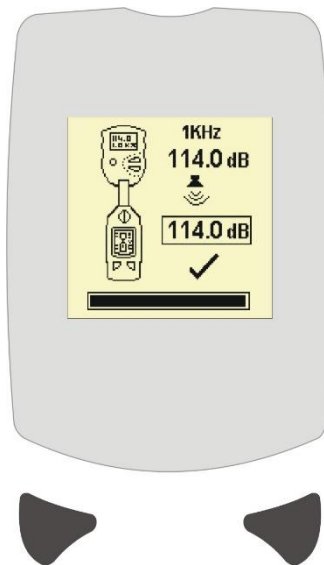

Figure 6 Écran de fin de calibrage
- Appuyez sur la touche gauche (A) ✓ pour réaliser le calibrage ou appuyez sur la touche droite (B) ✗ pour sortir. Lorsque le calibrage est terminé, l'écran de fin de calibrage s'affiche (voir la figure 6).